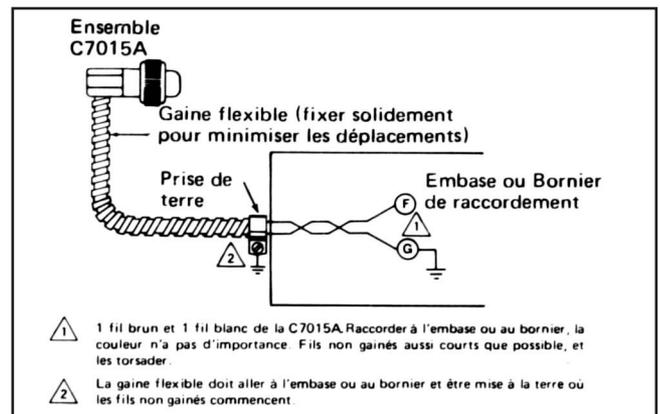
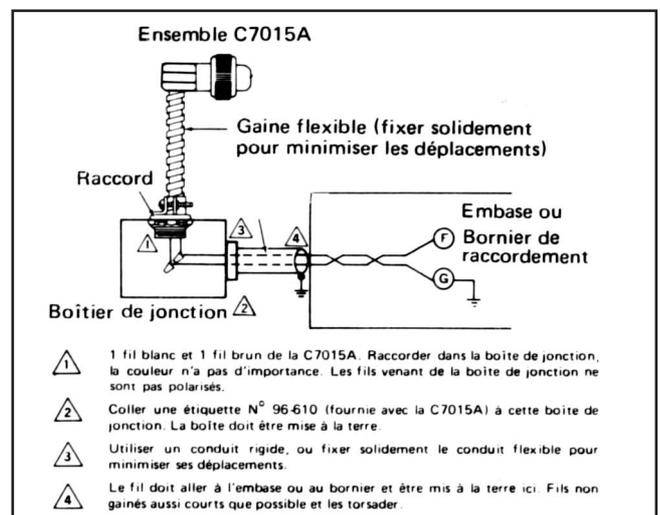

Fig. 10 - Câblage type d'une C7015A proche de la base de câblage ou du bornier
Fig. 11 - Câblage d'une C7015A éloignée de la base de câblage ou du bornier
### CABLAGE (Fig. 10 et 11)
- b) La gaine flexible doit être mise à la terre, à l'extrémité comportant les fils sans gaine, vers la base de câblage (Fig. 10 - Enlever le raccord de canalisation et mettre l'attache de mise à la terre) ou vers la boîte de raccordement (Fig. 11 - Le raccord de canalisation est fourni).
- c) La boîte de raccordement (Fig. 11) doit être mise à la terre.